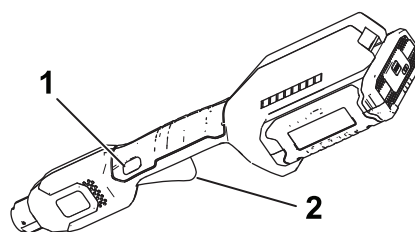

Figure 7
4. Pour mettre la débroussailleuse en marche, appuyez sur le bouton de verrouillage, puis serrez la gâchette de vitesse variable (Figure 7).